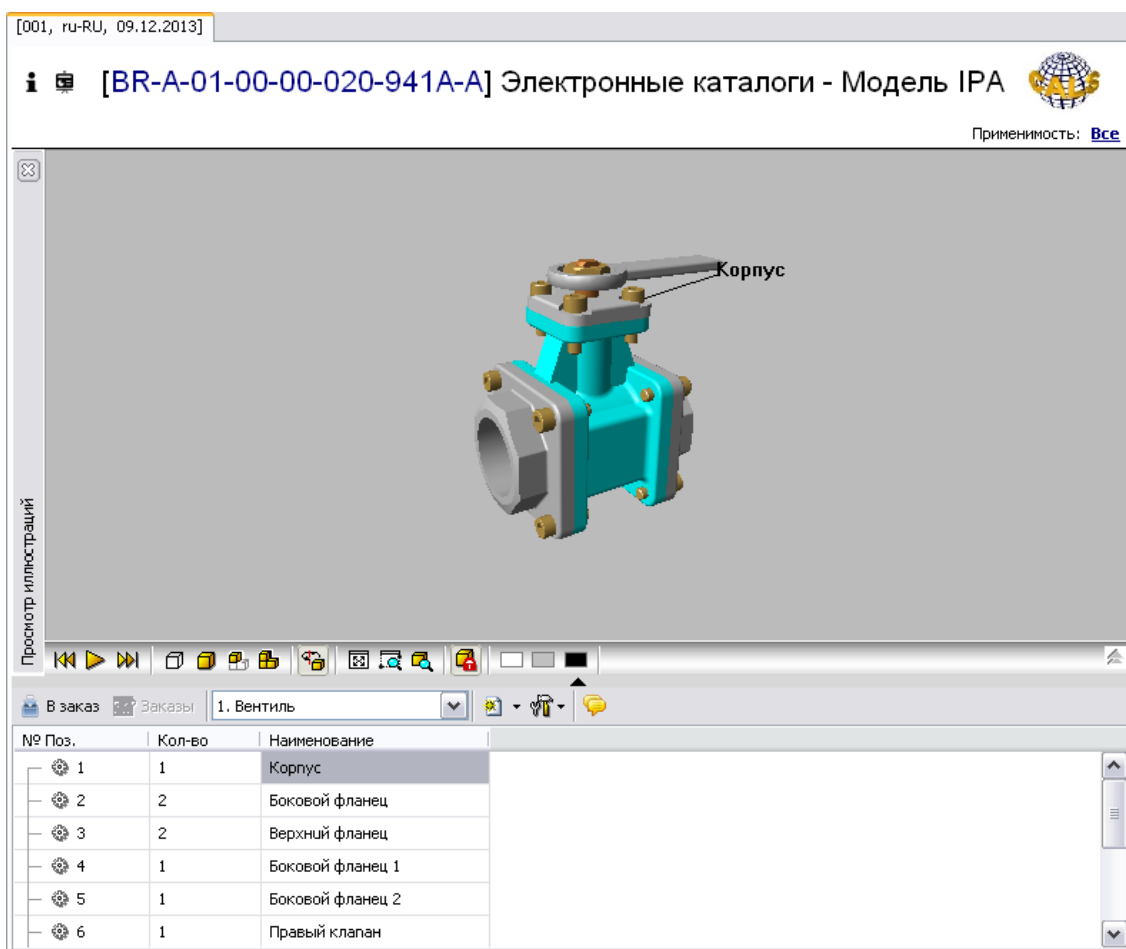

Рис. 6.80
5. На вкладке **Структура** найдите название модуля данных и щелкните по нему левой кнопкой мыши. Справа появится окно просмотра электронных каталогов (Рис. 6.80).
Выделите любую ячейку строки каталога с элементом «Корпус». При этом на 3D модели подсветится деталь с соответствующей выноской (Рис. 6.80). При выборе детали на 3D модели подсветится ячейка строки каталога с соответствующим элементом.